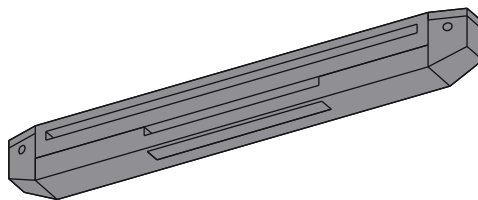

fig. 18.11
- L'**entrée d'air hygroréglable** équipée d'un dispositif qui règle automatiquement le débit d'air en fonction du taux d'humidité de la pièce principale où l'entrée d'air est installée. La quantité d'air admise croît avec l'humidité ambiante (fig. 18.11).